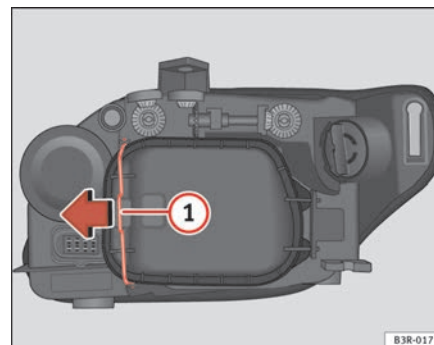

Fig. 208 Luci di posizione (lato interno veicolo)
- Far scorrere il tirante ⇒ pag. 276, fig. 208 ① nel senso della freccia e sfilare la copertura separando prima il lato del tirante ed estraendo dopo le due linguette dell'estremità opposta.